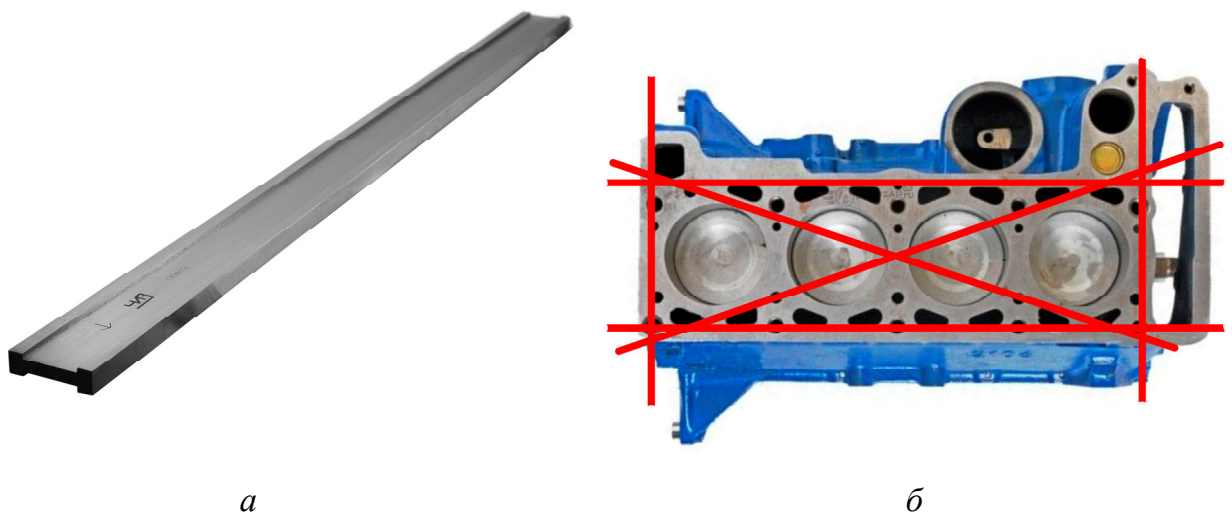

Рис. 2.1. Проверка наличия коробления поверхности блока цилиндров:
1. Это плоскостность посадочной поверхности головки блока цилиндров. Особенно важно проверить этот параметр, если двигатель перегревался. При этом происходит так называемое коробление посадочной поверхности. Это может привести к нарушению прилегания поверхности головки к поверхности блока цилиндров и, соответственно, к негерметичности соединения. Для проверки плоскостности поверхности необходимо иметь специальную поверочную инструментальную линейку (рис. 2.1, *а*) и набор плоских калиберных щупов.